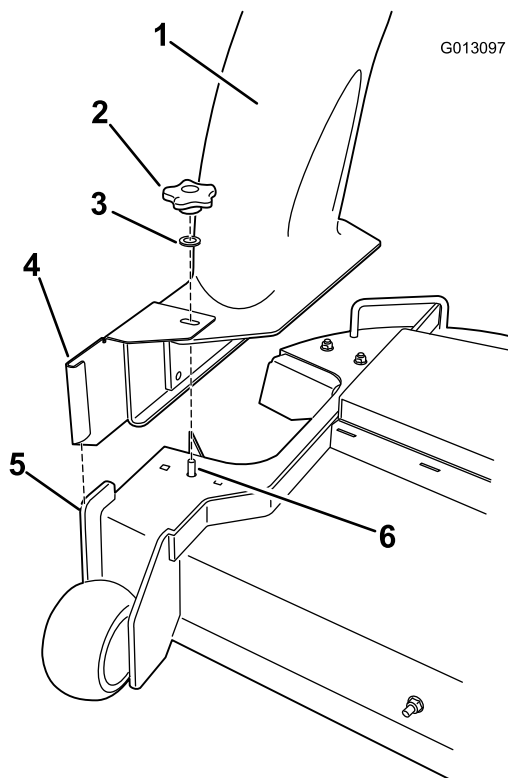

Figura 11
Nota: Asegúrese de que el hueco de la parte superior del conducto queda alineado con la clavija expuesta en la parte superior de la carcasa de corte, y que la placa vertical delantera se engancha en el soporte metálico plegado del conducto (Figura 11).
6. Instale una arandela y el pomo en la clavija que pasa por la parte superior del conducto (Figura 11).